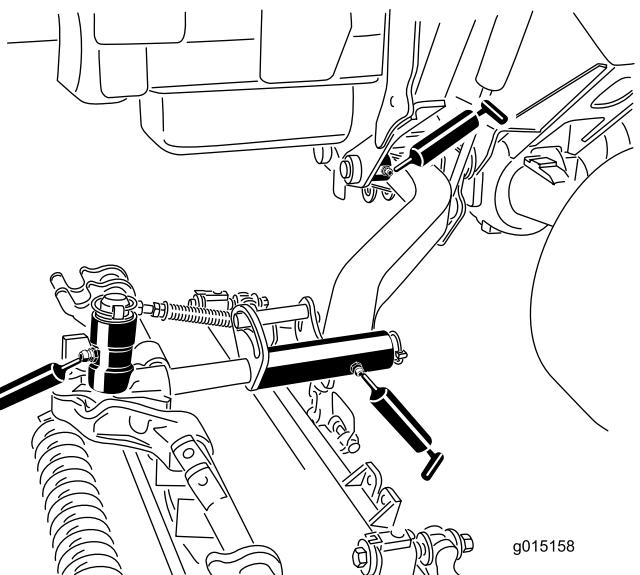

Bild 73
- Schneideeinheit-Trägerrahmen (2 pro Schneideeinheit) (Bild 73)
- Schneideeinheit-Hubarmgelenk (1 pro Schneideeinheit) (Bild 73)
- Hubarm-Drehbüchsen (1 pro Schneideeinheit) (Bild 73)